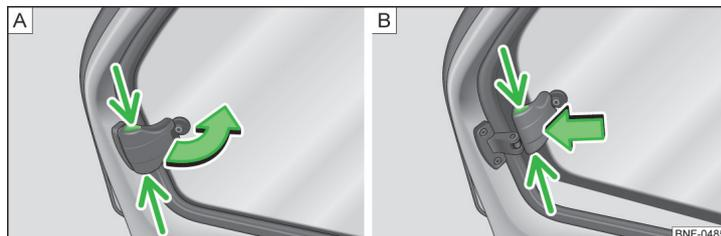

Fig. 32 Ouverture/fermeture de la vitre arrière
- Attrapez le verrouillage par l'évidement » fig. 32 - **A** et ouvrez la vitre dans le sens de la flèche.
- Pour verrouiller la vitre en position ouverte, appuyez sur le verrouillage dans le sens de la flèche » fig. 32 - **B**.
- Attrapez le verrouillage par l'évidement et tirez dans le sens inverse de la flèche » fig. 32 - **B**.
- Refermez la vitre dans la position initiale dans le sens inverse de la flèche » fig. 32 - **A** jusqu'à ce que le verrouillage s'enclenche de façon audible.